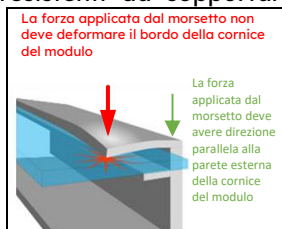

Figura 1 Forza applicata dal morsetto
2) **Morsetti o pinze a pressione:** montare il modulo con i morsetti sul lato più lungo della cornice del modulo. La mezzaria delle pinze deve essere ad una distanza dal lato corto del modulo compresa nel range di distanze indicate nella Appendice. Gli addetti all'installazione dovranno accertarsi che i morsetti siano sufficientemente resistenti da sopportare il massimo carico previsto sul modulo in fase di progettazione. I morsetti e le pinze a pressione non sono venduti da Maxeon. I morsetti o le pinze a pressione devono applicare una forza la cui direzione è parallela alla parete esterna della cornice del modulo e non solo al bordo superiore della telaio. I morsetti non devono applicare una forza eccessiva al telaio, piegare la parte superiore del telaio o essere in contatto con il vetro: queste pratiche annullano la garanzia del modulo e rischiano la rottura del telaio e del vetro. La figura 1 illustra la direzione della forza esercitata dai i morsetti o le pinze a pressione.